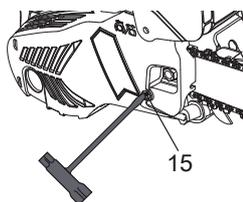

Fig. 9
- > Tournez la vis de tension [15] jusqu'à ce que les maillons d'entraînement touchent juste le bord inférieur du guide-chaîne [7] (Fig. 9, 10).